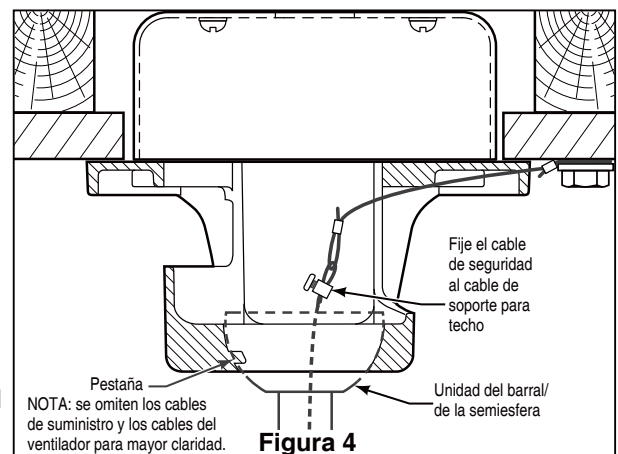

Figura 4
- ☐ 4. Instale el pasador y el pasador de horquilla, y apriete los tornillos de fijación. El pasador y el pasador de horquilla deben estar instalados correctamente para evitar que los tornillos de fijación se aflojen. (Figura 4)
- ☐ 4. Levante cuidadosamente el ventilador y coloque el ensamble de la bola para colgar/varilla en la abrazadera para colgar que acaba de fijar a la caja de salida. Asegúrese de que la ranura de la bola esté alineada con la lengüeta de la abrazadera para colgar. (Figura 4)
5. Fije el cable de seguridad al cable de soporte para techo. Deslice la abrazadera de cables por el cable de seguridad (del ventilador). Pase el extremo del cable a través del aro que forma el cable de soporte para techo. Tire lo más posible del cable a través del aro. Inserte el extremo del cable en el orificio de la abrazadera y ajuste firmemente el tornillo. (Figura 4)